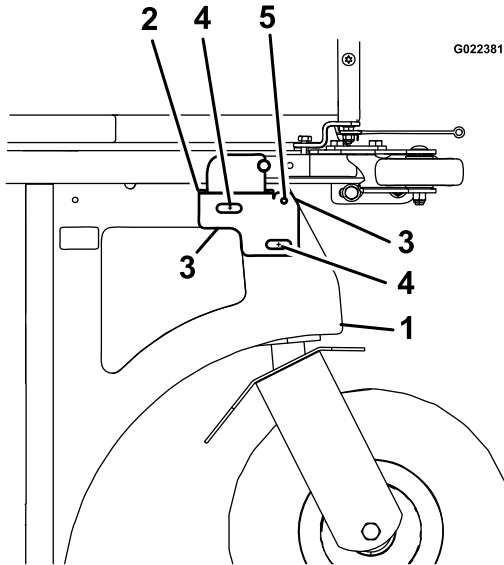

Figure 2
2. Placez le support à came sur le cadre arrière gauche et alignez le trou supérieur droit, le rayon inférieur du support à came et les bords (Figure 2).